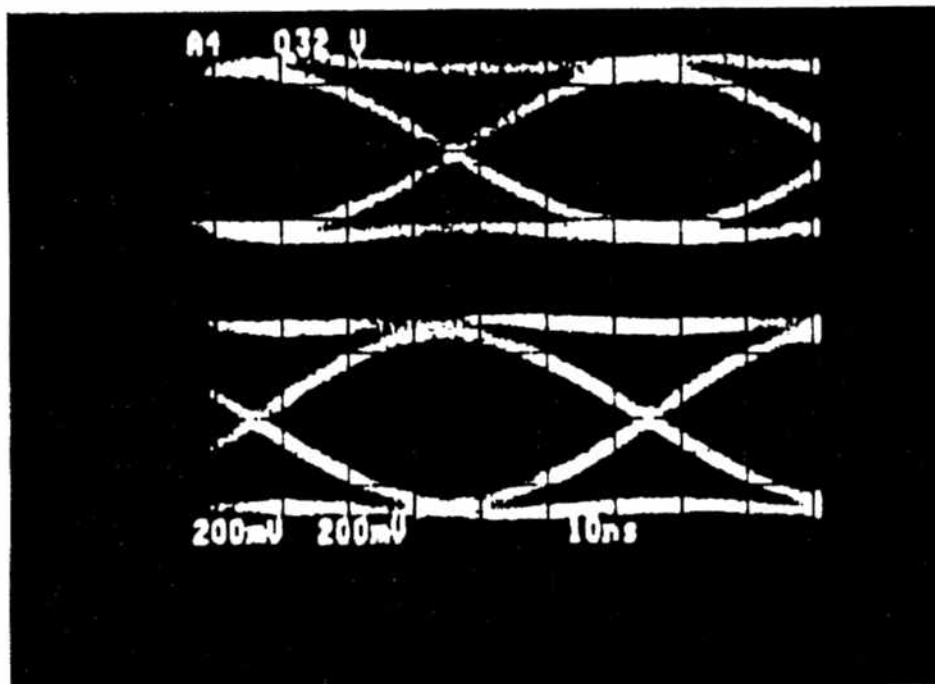

Bild 11. Modulatorns/demodulatorns "EYE PATTERN"
- 5.3.2.3 Ställ in oscilloskåpet för 200 mV, 10 ns och kontrollera CH1 och CH2 enligt bild 11.